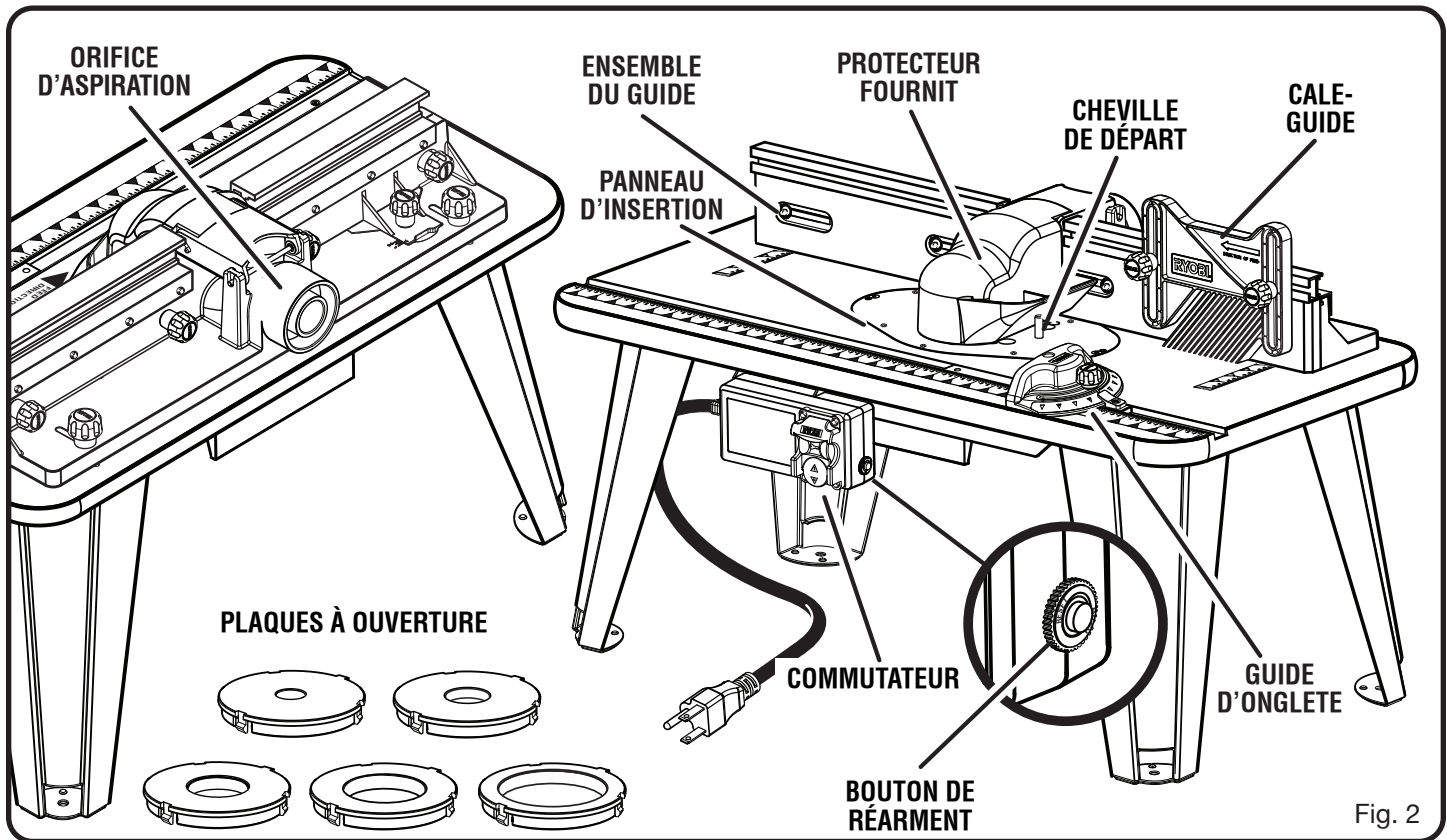

Fig. 2
Voir la figure 2.
**NOTE :** La table de routeur est équipée avec un remet à l'état initial le bouton. Voir la figure 2. Si, pour n'importe quelle raison, la table de routeur n'allumera pas, appuiera le remettre à l'état initial le bouton et alors remet en marche.